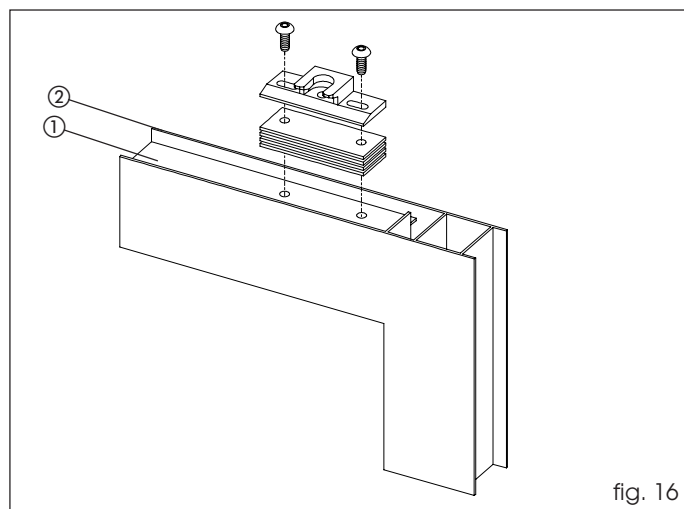

fig. 16
Si la surface de fixation du bloc (fig. 16 réf. ①) est plus basse par rapport au point le plus élevé du vantail (fig. 16 réf. ②), utiliser les entretoises fournies pour amener le bloc au niveau.